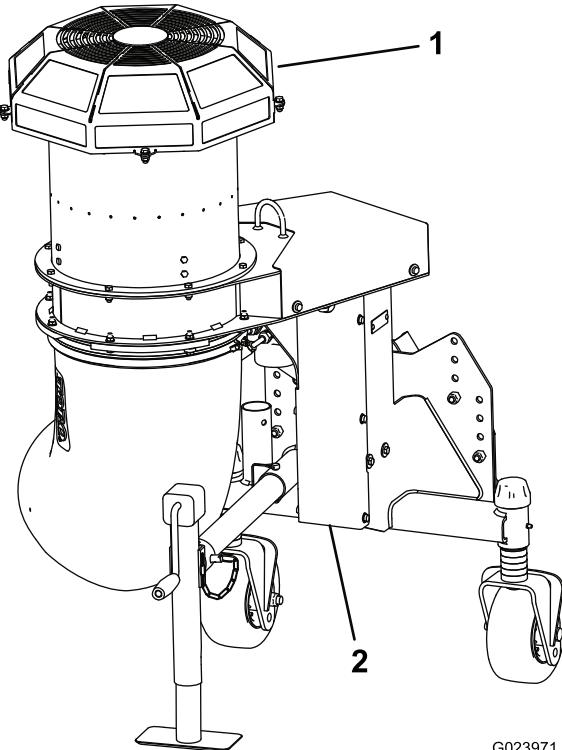

Figura 18
**Importante:** No utilice la máquina sin tener colocado el protector del ventilador y el protector de la caja de engranajes (Figura 18).